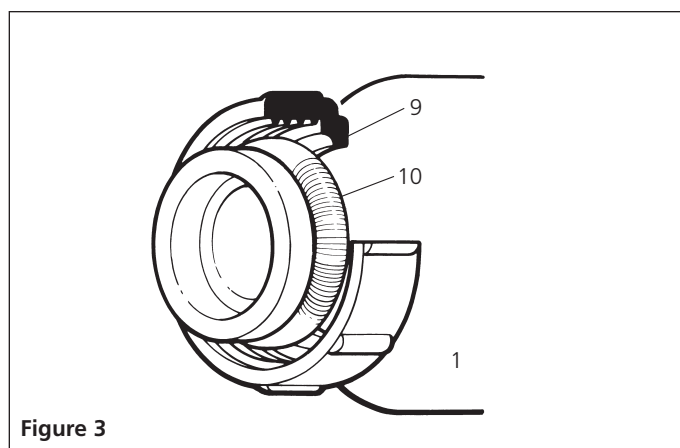

Figure 3
6. Placer le chapeau de fixation gris (9) sur le joint d'about du condenseur (1), les filets de vissage tournés vers l'extérieur, et le maintenir en position avec le ressort circulaire (10) (voir figure 3).